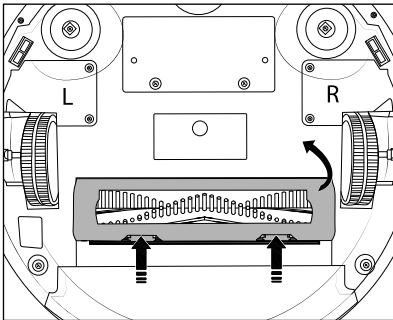

Abb. 14
- ◆ Drücken Sie auf die beiden Entriegelungstasten der Bürstenrollenabdeckung 17, um diese zu lösen. Nehmen Sie die Bürstenrollenabdeckung 17 vom Gerät ab (siehe Abb. 14).